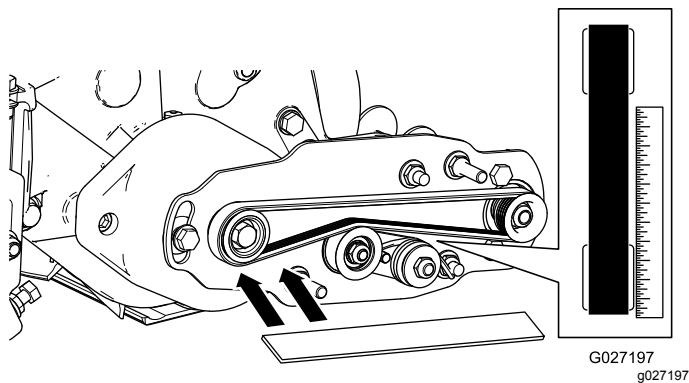

Bild 23
- Legen Sie ein Lineal entlang der Außenseite der Antriebsscheibe (Bild 23).